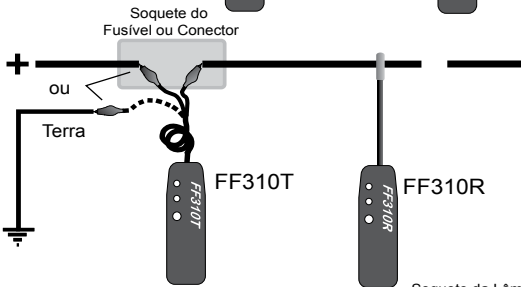

Fig.4 - Configuração para rastreamento de circuitos abertos, ou identificação da fiação
- **Rastreamento de fios em upstream** (A partir de carga de alimentação): Se for mais conveniente, os fios podem ser também rastreados no sentido inverso, através da substituição da carga com a unidade transmissora (Fig. 4). Para fazer isso, primeiro retire a alimentação do circuito, desconecte a carga e conecte a unidade transmissora em seu lugar. Aplique a alimentação ao circuito e siga as instruções na **seção 6 – Localizando curto-circuitos**.